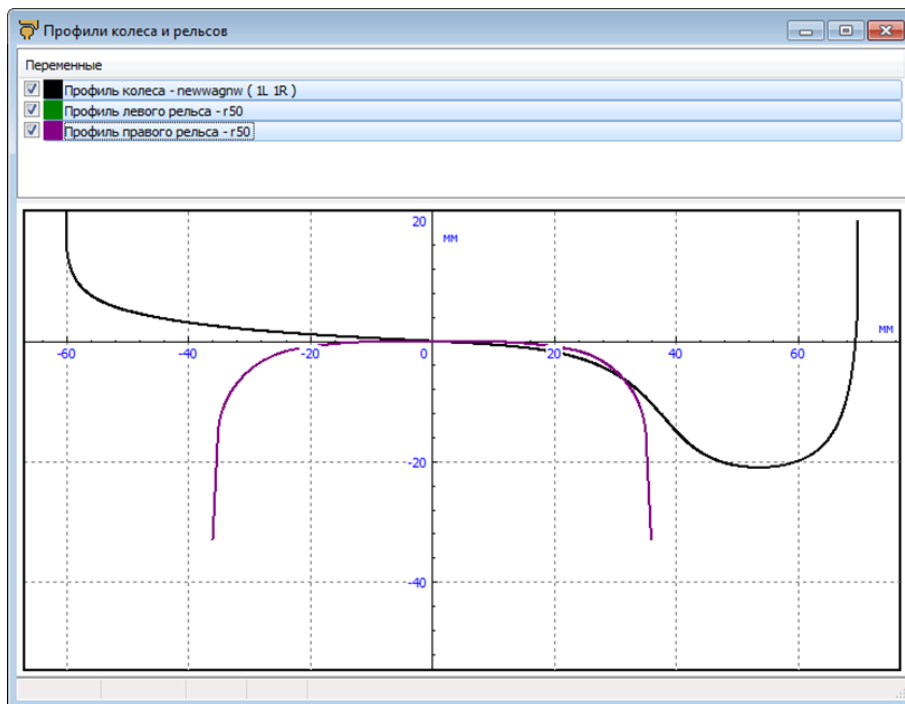

Рис. 1.3. Выбранные профили колёс и рельсов
8. Нажмите кнопку . Появится новое графическое окно с изображением выбранных профилей колёс и рельсов, см. рис. 1.3.